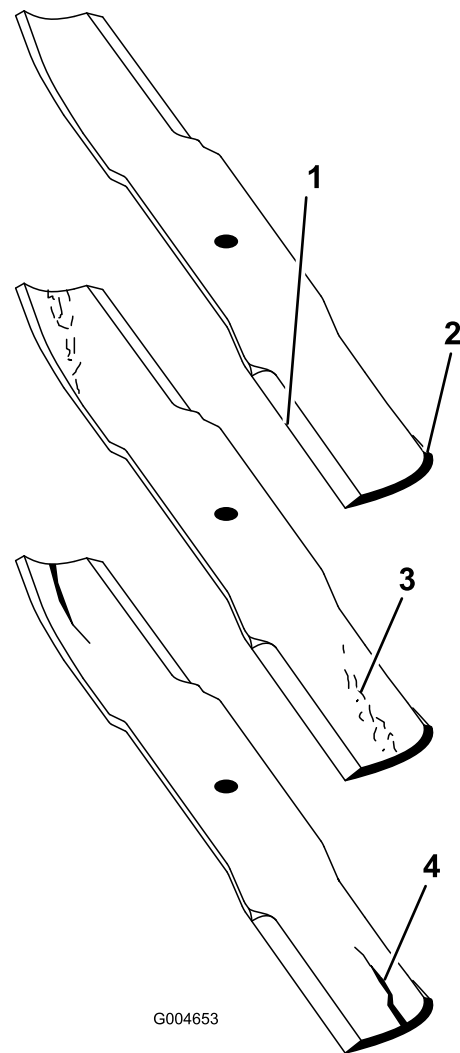

Bild 89
2. Prüfen Sie die Schnittkanten des Messers sorgfältig, insbesondere dort, wo die geraden Flächen die gebogenen berühren (Bild 89).
Hinweis: Da Sand und anderes reibendes Material das Metall abschleifen kann, das die flachen mit den gebogenen Teilen verbindet, müssen Sie das Messer vor jedem Einsatz des Rasenmähers prüfen. Wenn Sie Abnutzungen feststellen (Bild 89), sollten Sie das Messer auswechseln.